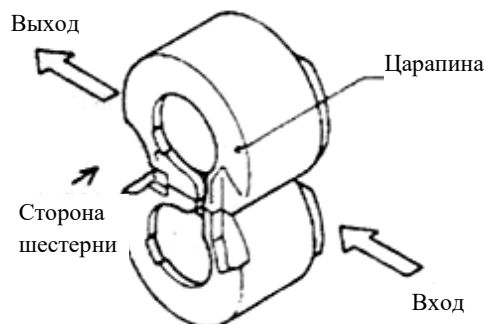
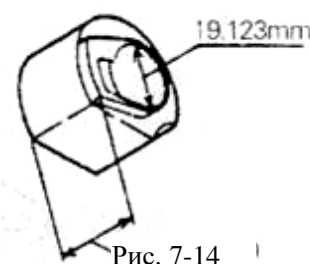

Рис. 7-13
Рис. 7-14
(2) Проверка подшипника (рис. 7-13 и рис. 7-14)
Внутренний диаметр — 19,123 мм (рис. 7-14)